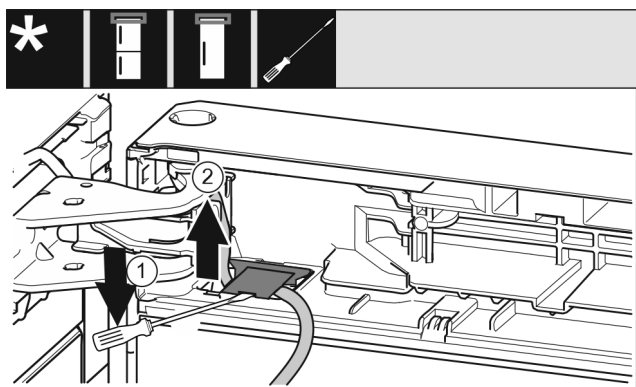

Fig. 11
- ▶ Emelje meg a fedelet lapos csavarhúzóval, és húzza ki. Fig. 11 (1)
- ▶ Húzza ki a vezetékét. Fig. 11 (2)